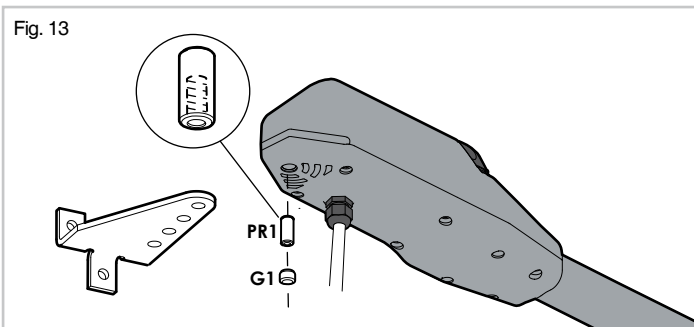

Fig. 13
- Fissare l'attuatore alla **staffa T1** ricordando che il foro filettato del perno di rotazione **PR1** deve essere rivolto verso il basso (Fig. 13).